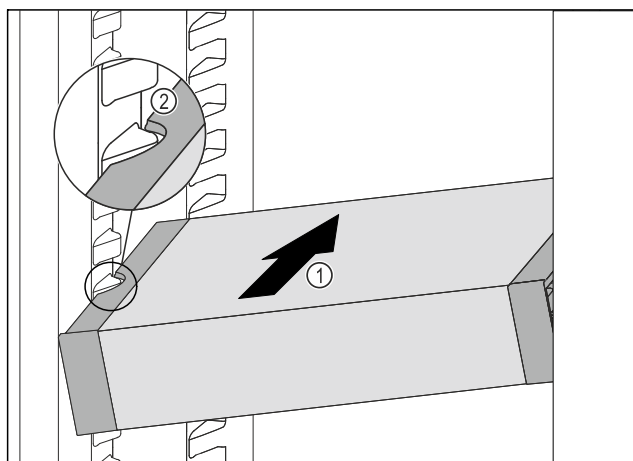

Fig. 96
- ▶ A VarioSafe fiókot ferdén tolja be a hűtőrészbe Fig. 96 (1) annyira, hogy a VarioSafe oldalsó kivágásai Fig. 96 (2) a hűtőrészben a tartóborda magasságában legyenek.